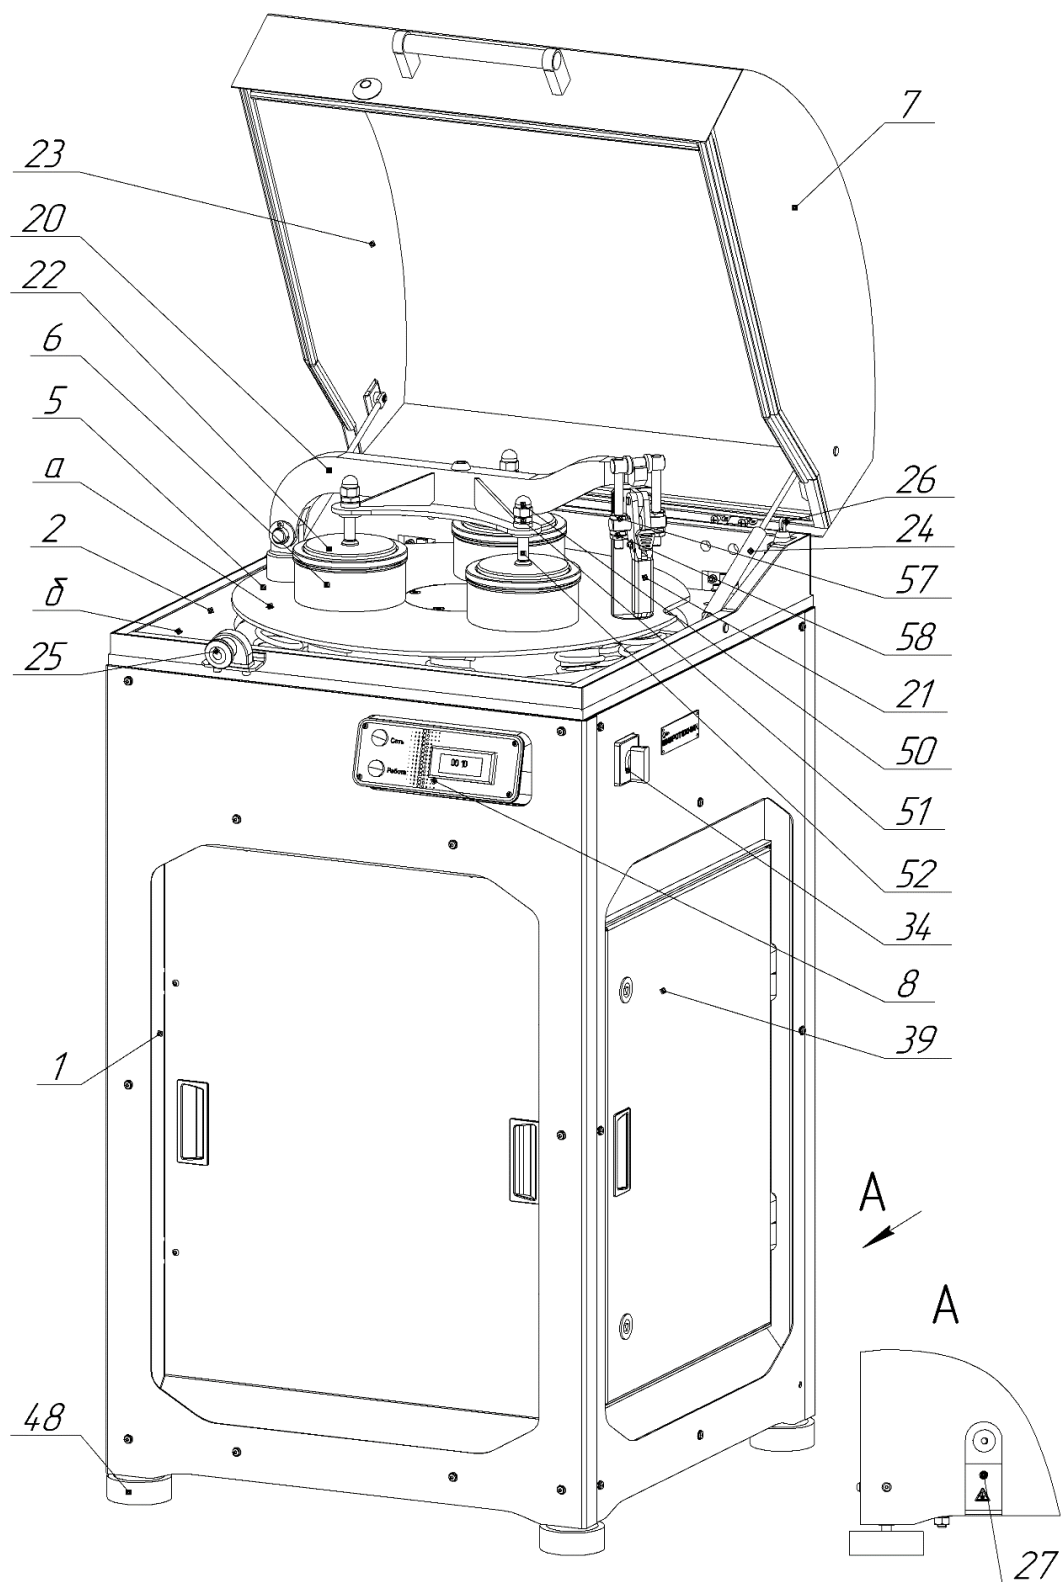
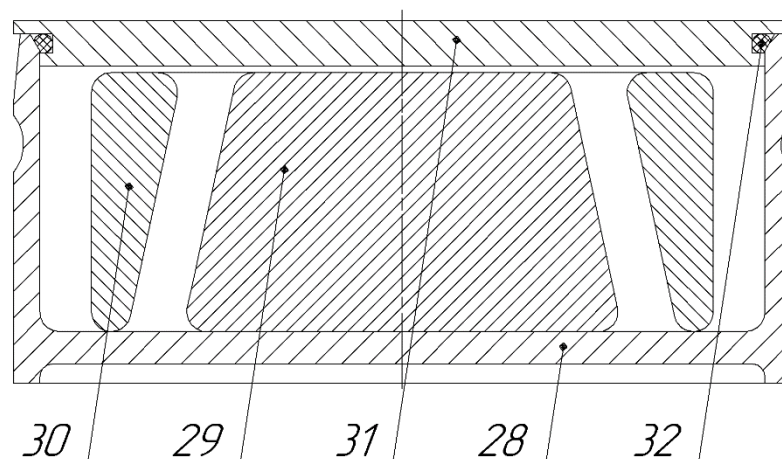

Рис. 1 – Общий вид Истирателя ИВ ЗМ
Рис. 2 – Чаша в сборе.
2.3.1 Поднять крышку 7 (рис.1) до упора.
2.3.11 Откинуть крышку 7 (Рис.1).
- а. извлечь чаши в сборе 6 (Рис. 1);
Выключить Истиратель и отсоединить его от электросети и провода заземления. Удалить остатки материала со всех поверхностей Истирателя. Заполнить кольцевые зазоры между стенками чаши 28 (Рис. 2), роликом 29 и кольцом 30 наполнителем, препятствующим перемещению кольца и ролика внутри чаши (поролон, бумага и т.п.) и закрыть чашу крышкой 31. Установить чаши в сборе 6 на платформу 5 и зафиксировать их прижимом 20. Установить два прижима 53 (Рис. 3), зафиксировав их транспортными болтами 54 к платформе 5 через отверстия «а» (Рис. 1) и рым-болтами 55 к плите 2 через отверстия «б». Закрыть крышку 7 и зафиксировать ее положение защелкой 25 (Рис. 1).
Рис. 1а – Общий вид Истирателя ИВ ЗМ